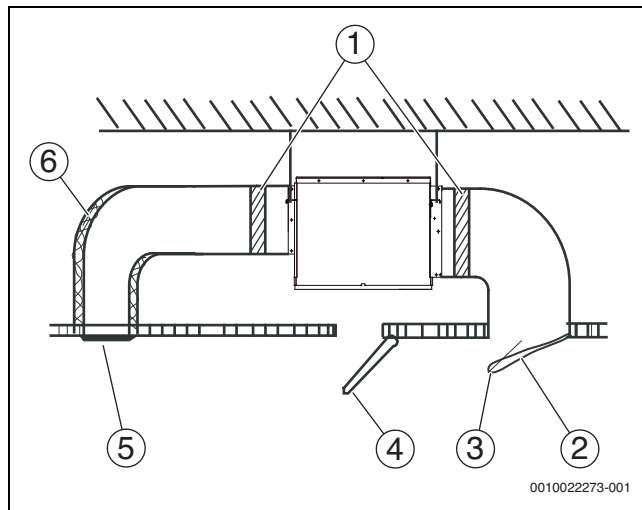
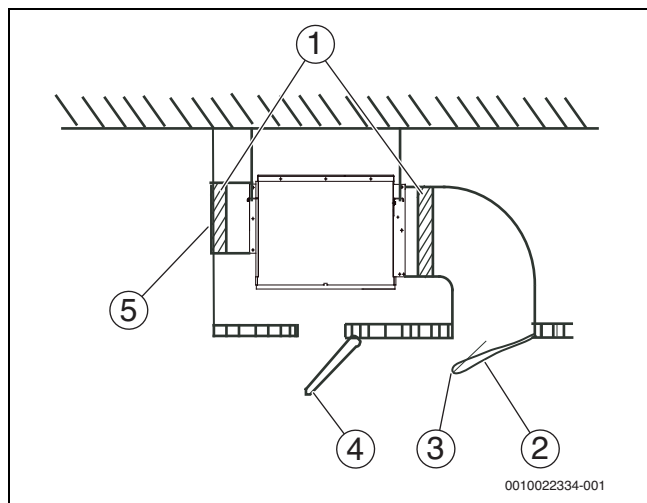

Fig. 28 Unitate de conductă cu cerințe de presiune statică
Fig. 29 Unitate de conductă fără cerințe de presiune statică.
6. Racordați conducta de aer conform Fig. 28 sau 29. Este necesară pregătirea la fața locului a tuturor componentelor cu excepția aparatului de aer condiționat.
Legendă Fig. 28 și Fig. 29: